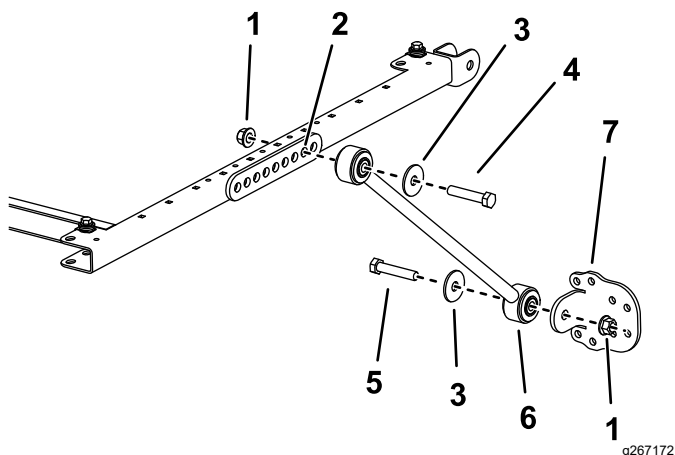

Figura 5
5. Em cada lado da estrutura do toldo, monte sem apertar completamente uma cinta no segundo furo da montagem da cinta usando um parafuso ($\frac{1}{2}$ pol. x $2\frac{3}{4}$ pol.), anilha ($\frac{1}{2}$ pol.) e porca flangeada ($\frac{1}{2}$ pol.), como se mostra na Figura 5.
6. Instale sem apertar completamente um suporte de cinta em cada cinta usando um parafuso (½ pol. x 2½ pol.), anilha (½ pol.) e uma porca flangeada (½ pol.), como se mostra na Figura 5.